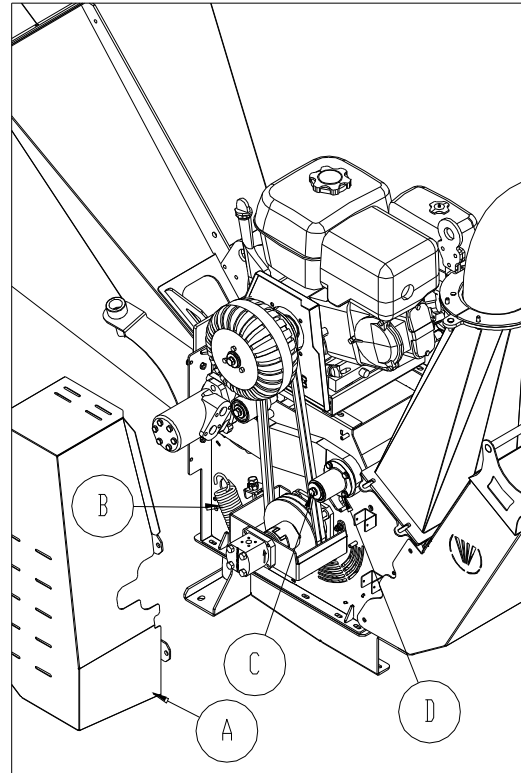

Fig. 17 - Controllo delle boccole
Togliere il carter cinghie (A Fig. 17) e sganciare la molla (B). Verificare, facendo forza manualmente se il braccio rullo presenta del gioco assiale e radiale tale da provocare qualche contatto tra il rullo e il corpo macchina. Nel caso in cui esistesse qualche interferenza tra questi ultimi, si devono sostituire le due boccole. Procedere svitando la vite (C) in testa al giunto e le 4 viti (D) che lo tengono fissato al braccio, sfilarlo ed estrarre le due boccole usurate. Sostituire le due boccole e rimontare il tutto seguendo il procedimento inverso. In caso di sostituzione, si consiglia di usare una pressa per inserire le boccole.